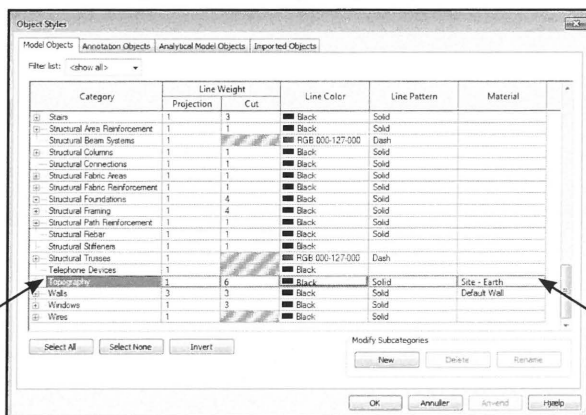

Fig. 10.83. Find *Toposurface* på listen og klik på materialet til højre.
- Find *Toposurface* på listen og klik på den lille knap til højre for materialet (Fig. 10.83).